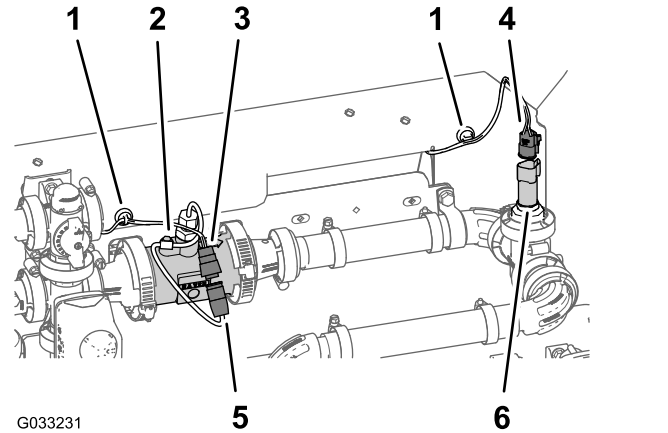

图128
1. 把标有流量表和压力传感器的 203cm 线束支管的接头放到歧管安装架的后部图128。
2. 将流量计的 203cm 线束支管的 3 插槽接头未标记插入流量计线束的 3 针接头图128。
3. 将标有压力传感器的 203cm 线束支管的 3 插槽接头插入压力传感器的 3 针接头图128。
4. 把流量计和压力传感器的磁性线束锚栓固定至歧管安装架的表面图128。